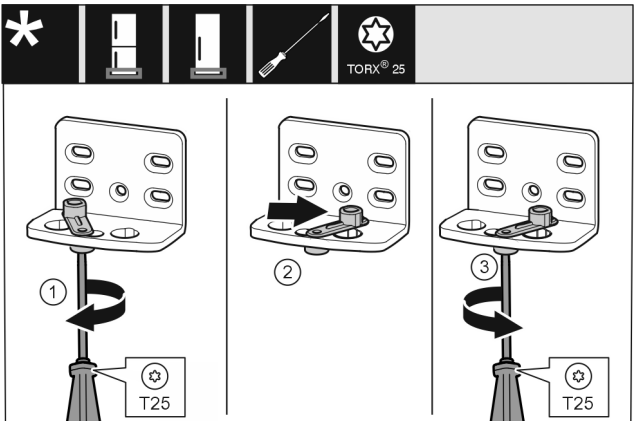

Fig. 13
- ▶ Odvijačem labavo uvrnite vijak Fig. 13 (1).
- ▶ Podignite pomagalo za zatvaranje vrata Fig. 13 (2) i okrenite ga za 90° nadesno u provrt.
- ▶ Odvijačem pritegnite vijak Fig. 13 (3).